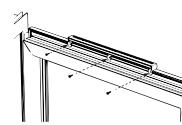

Рис. 7
4. Удалить защитную плёнку с уплотнителя на поверхности клапана. Установить клапан на створку и закрепить саморезами (рис.7).